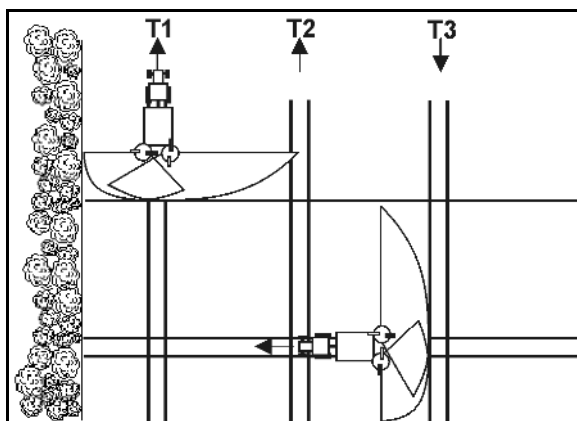

Рис. 83
- Откройте запорную заслонку при въезде на технологическую колею в точке P1 (Рис. 83), если распределяющий диск при прохождении участка X технологической колеи разворотной полосы был удалён.
- Закройте заслонку перед выездом с технологической колеи в точке P2 (Рис. 83), если распределяющие диски находятся на уровне первой технологической колеи разворотной полосы.